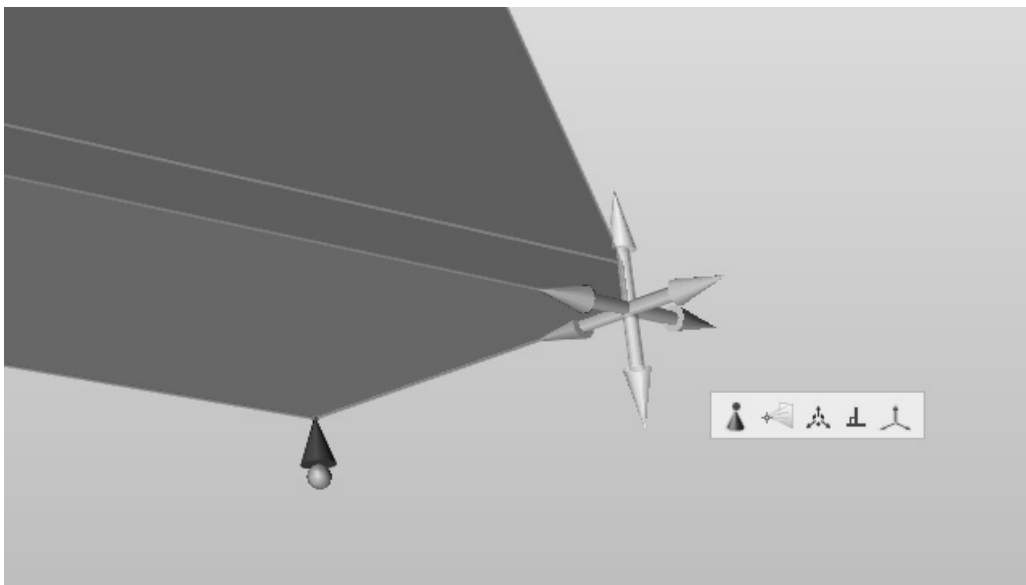

图 4-36
8) 在其他两个角上施加点约束。双击固定约束圆锥，并选择图 4-36 所示的坐标轴，从而使固定约束可在两个方向上自由移动，如图 4-36 所示。